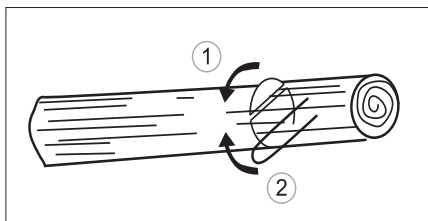

Рис. 22
3. В случае, когда ствол поддерживается с обоих концов, сначала сделайте надпил сверху на 1/3 диаметра ствола, чтобы избежать расщепления. Затем завершите пропил снизу так, чтобы он совпал с первым надпилем, избегая заклинивания (рис. 22).